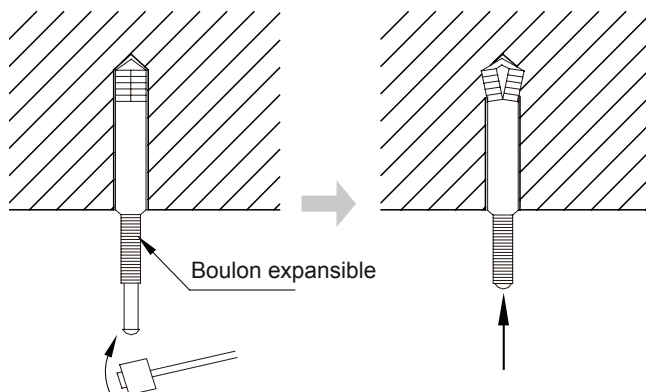

Fig 4.1.6
- (2) Insérer le boulon expansible M10 dans l'orifice, puis enfoncer le clou dans le boulon, comme indiqué sur la fig. 4.1.6.